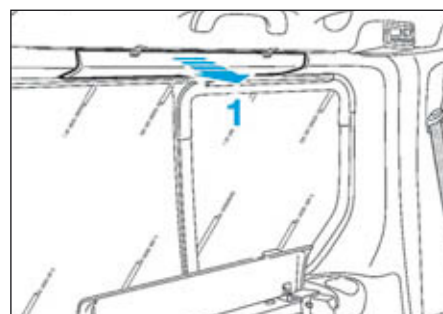

FIG.41
- Déclipper la garniture (1) (Fig.41).